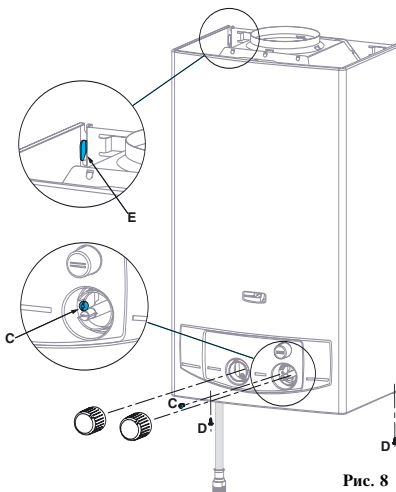

Рис. 8
- Отверните винт **C** крепления фальшпанели (находится под рукояткой регулятора температуры) (рис. 8)
- Отверните 2 винта **D** крепления передней панели (рис. 8)
- Приложите переднюю панель к аппарату (рис. 8)
- Установите на место рукоятки регулировки подачи газа (23) и температурного реле (22).